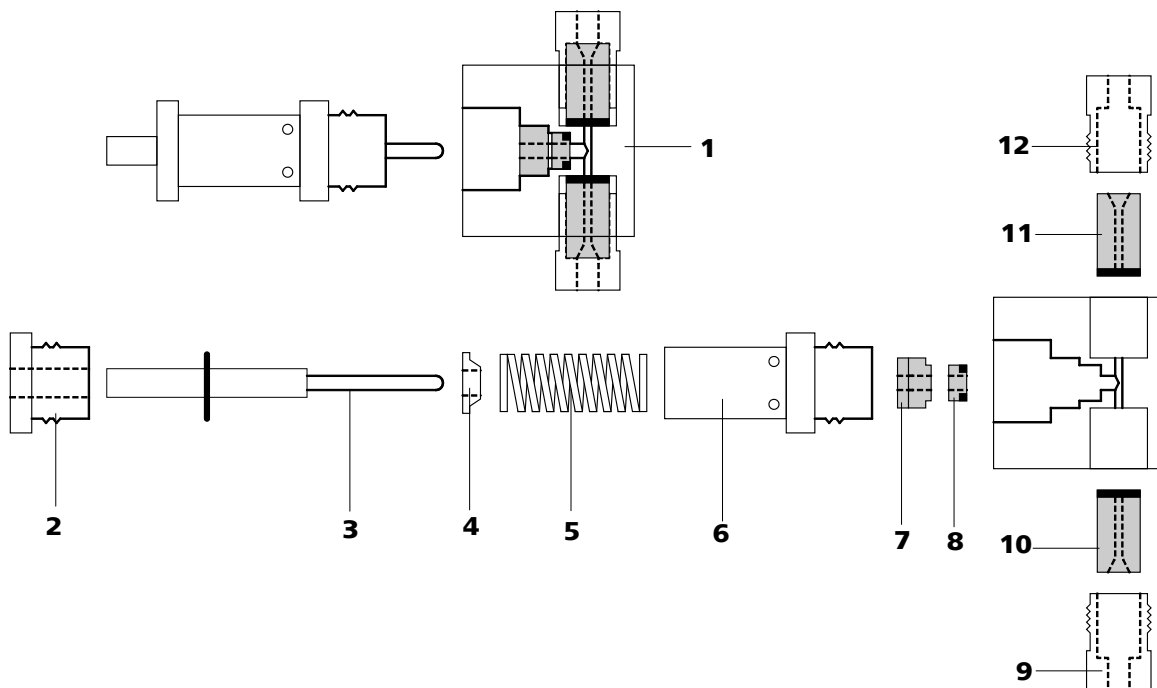

Figura 32 Componentes da cabeça padrão da bomba
- Desmontar a cabeça da bomba (14-4) em todos os seus componentes (ver figura 32, página 70).
Para a escolha correta, é preciso considerar que o líquido deve circular de baixo para cima pela cabeça da bomba. A direção de fluxo das válvulas pode ser verificada ao se assoprar ar pela válvula limpa. As duas válvulas são montadas com a face preta direcionada para a cabeça da bomba (ver figura 32, página 70).
- Remontar os componentes da (14-4) cabeça da bomba (ver figura 32, página 70).